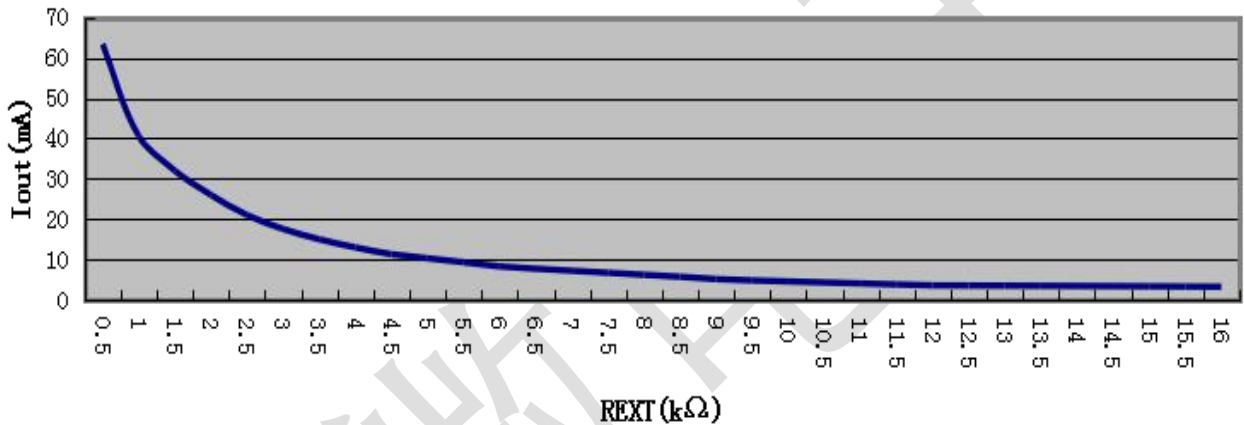

图5
5、应用图5：外接三极管应用（也可外接MOS管或大功率恒流驱）